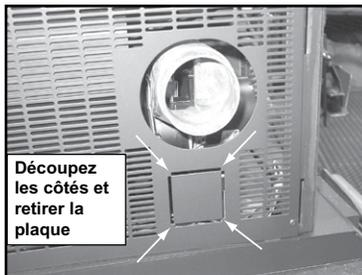

Figure 19.1
- Découpez les côtés et retirez la plaque. **Figure 19.1.**